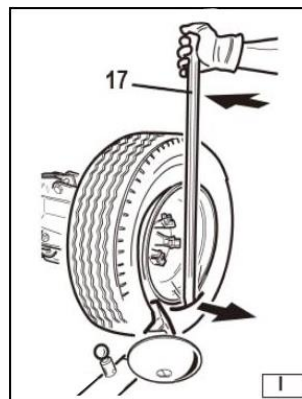

Рисунок 20
- Вращайте колесо и одновременно проталкивайте съемный рычаг между ободом и бортиком, пока он не зацепится за бортик (см. рис.20)
– Вставьте рычаг 17 (рис. 20) между ободом и бортиком справа от съемного рычага. Надавите на рычаг и опустите колесо, чтобы край диска вышел из-под съемного рычага:
- Вставьте рычаг 17 (рис. 20) между диском и бортиком справа от съемного рычага.